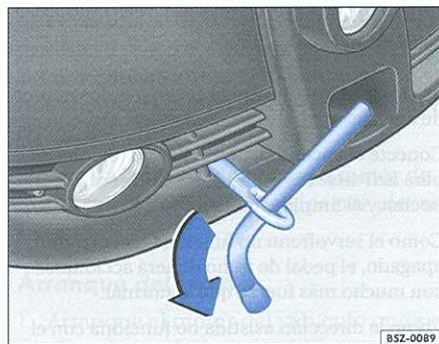

Fig. 160 Posición de la argolla de remolque delantera en el vehículo CrossFox
- Fije la argolla en el orificio roscado, girándola firmemente *hacia la izquierda*, hasta el tope ⇒ fig. 160 -flecha-.